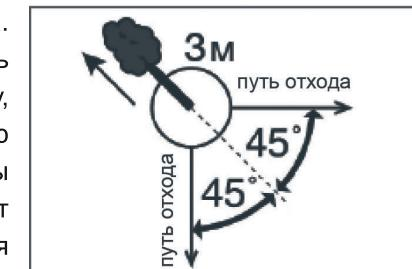

Рис. 14 Определение путей отхода
- Обязательно определите путь отхода. Путь отхода (Рис. 14) должен быть направлен по диагонали в сторону, противоположную направлению падения, под углом 45 градусов, и вы должны отойти минимум на 3 метра от ствола, на тот случай, если во время падения комель дерева отскочит в сторону. Зона безопасности вокруг оси дерева должна быть не менее $2\frac{1}{2}$ высоты дерева.